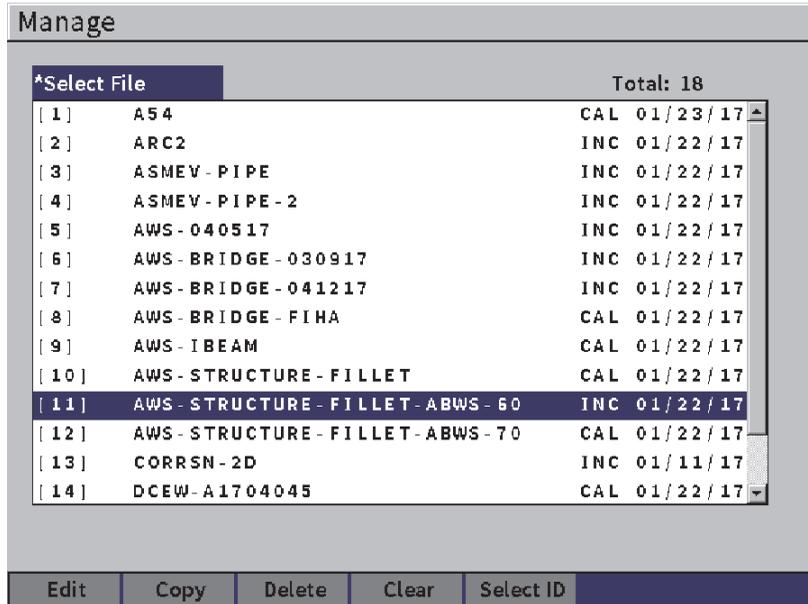

図 9-13 管理設定ページ
**管理** 設定ページでは、ファイルに対して以下のタスクを行えます (139 ページの図 9-13 参照)。